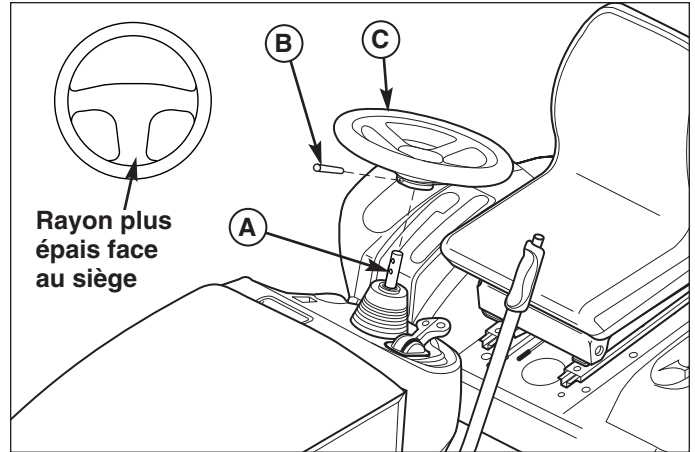

Figure 41. Composants du volant
REMARQUE : supporter le cadre à l'aide de chandelles et déposer la roue arrière gauche pour pouvoir accéder plus facilement au bouchon de remplissage différentiel (Figure 41).
1. A l'aide d'un chasoir approprié, retirer la goupille cylindrique de la base du volant (B, Figure 41).
2. Tirer le soufflet en caoutchouc vers le bas pour exposer les deux trous de la colonne de direction (A).